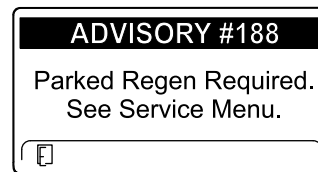

Figura 49
- Richiesta di rigenerazione parcheggiata ADVISORY #188 (Figura 49)